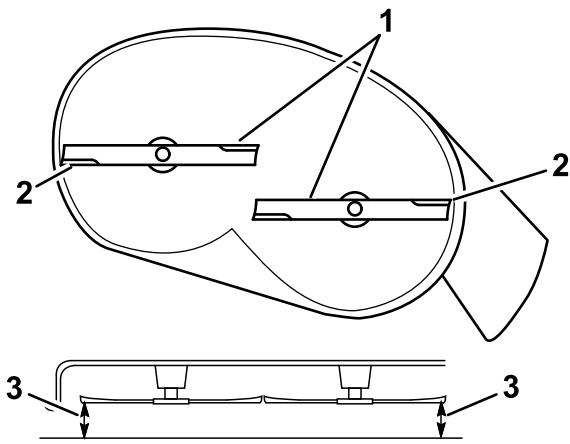

図 63
5. 左右の外側の刃先と平らな床面との距離を測定する 図 63。
4. 調整ができれば、もう一度前後の傾きをチェックし、傾きが適正になるまで前端での刃先の高さが後端での高さよりも 1.6-7.9 mm 低い前部ロックナットでの調整を続ける 図 63。